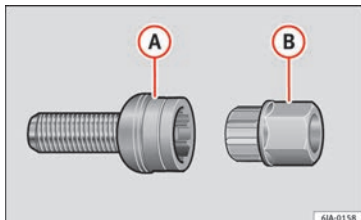

Fig. 127 Parafusos de segurança para rodas com adaptador.
- Introduza o adaptador **(B)** » » Fig. 127 com o lado dentado até acima na parte dentada interior do parafuso de segurança para rodas de modo **(A)** a que apenas sobressaia o hexágono exterior.